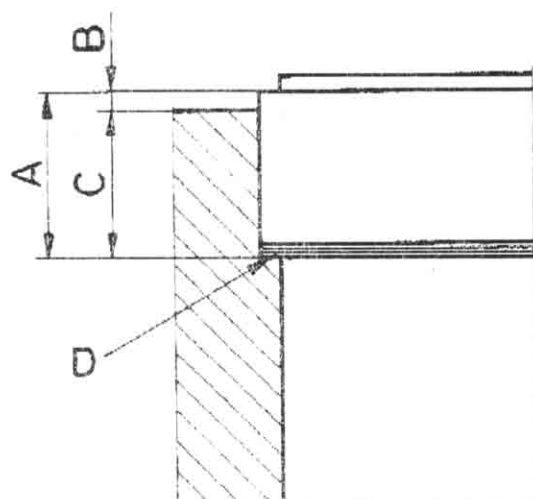
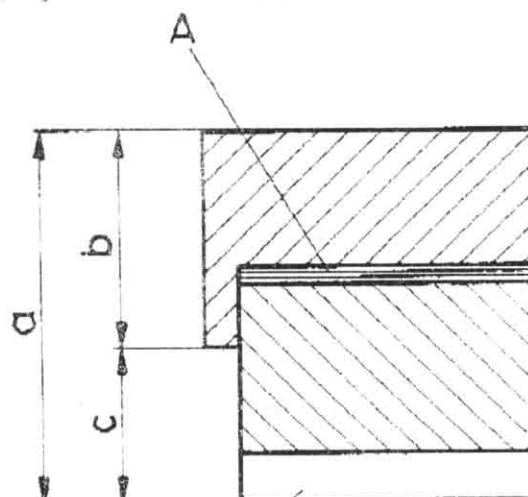

Fig 5.
Fig 6.
Mät foderkragens höjd inklusive de eventuella shims som skall monteras, (A) fig 5.
Dra ifrån måttet för fodrets höjd över blockplanet (B) fig 5. Återstoden (C) är lika med erforderligt infräsningsdjup.
Mät avståndet "a" och "b" på verktyget, se fig 6. Justera med shims tills måttet "c" på verktyget överensstämmer med "C" för önskat infräsningsdjup, se fig 5.
Önskat infräsningsdjup, fig 5
Infräsningsdjup, fig 6